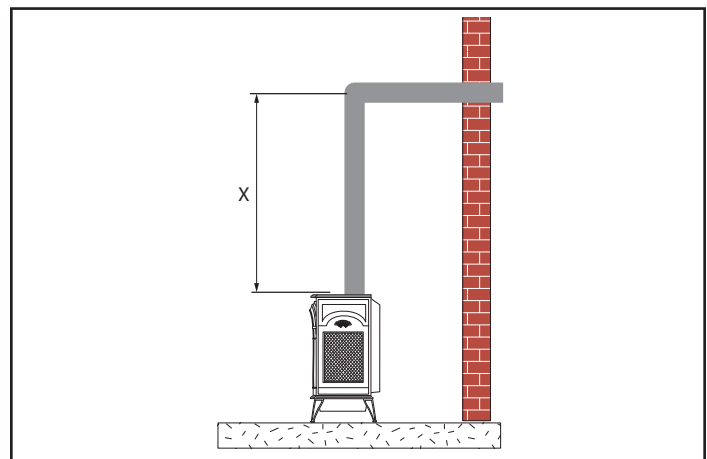

Figure 3.12 – Exigences quant à la hauteur verticale
3. Placez le poêle en position. Mesurez la hauteur verticale (X) requise de la base des collets de conduit de cheminée jusqu'au centre de l'ouverture du mur (figure 3.12).